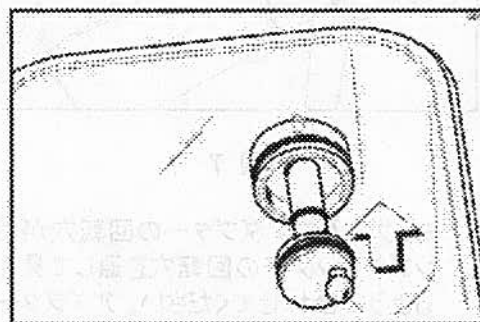

図 13
- 14 ミックスホッパーの後部側の壁面にある回転ハブに回転シャフトの六角の先端部を挿入します。(図 13 を参照。)